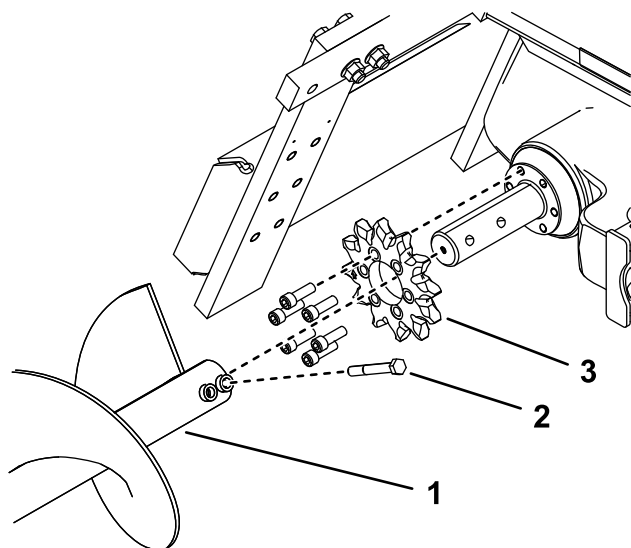

Figura 16
4. Retire a broca de detritos (Figura 16).
9. Retire os seis parafusos que prendem a roda motora de transmissão (Figura 16).
10. Retire e elimine a roda motora de transmissão (Figura 16).
12. Deslize a nova roda para o eixo como se mostra na Figura 16.
13. Aperte os seis parafusos na roda à mão (Figura 16).